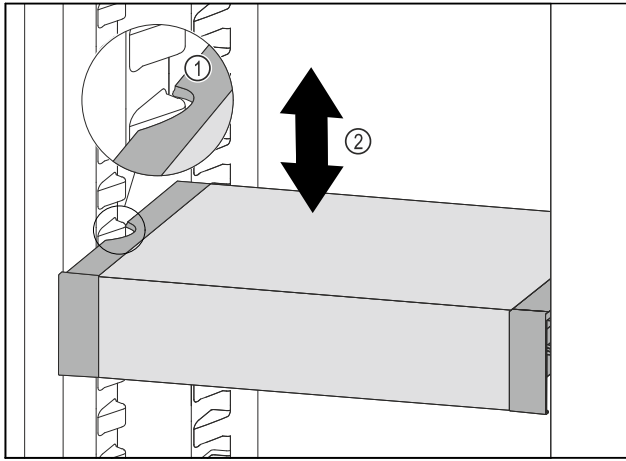

Fig. 73
- ▶ Tirare VarioSafe in avanti fino a quando le cavità laterali di VarioSafe non si trovano al livello della nervatura del contenitore nel vano frigorifero. Fig. 73 (1)
- ▶ Spostare VarioSafe verso l'alto o verso il basso nel vano frigorifero fino a raggiungere l'altezza desiderata. Fig. 73 (2)